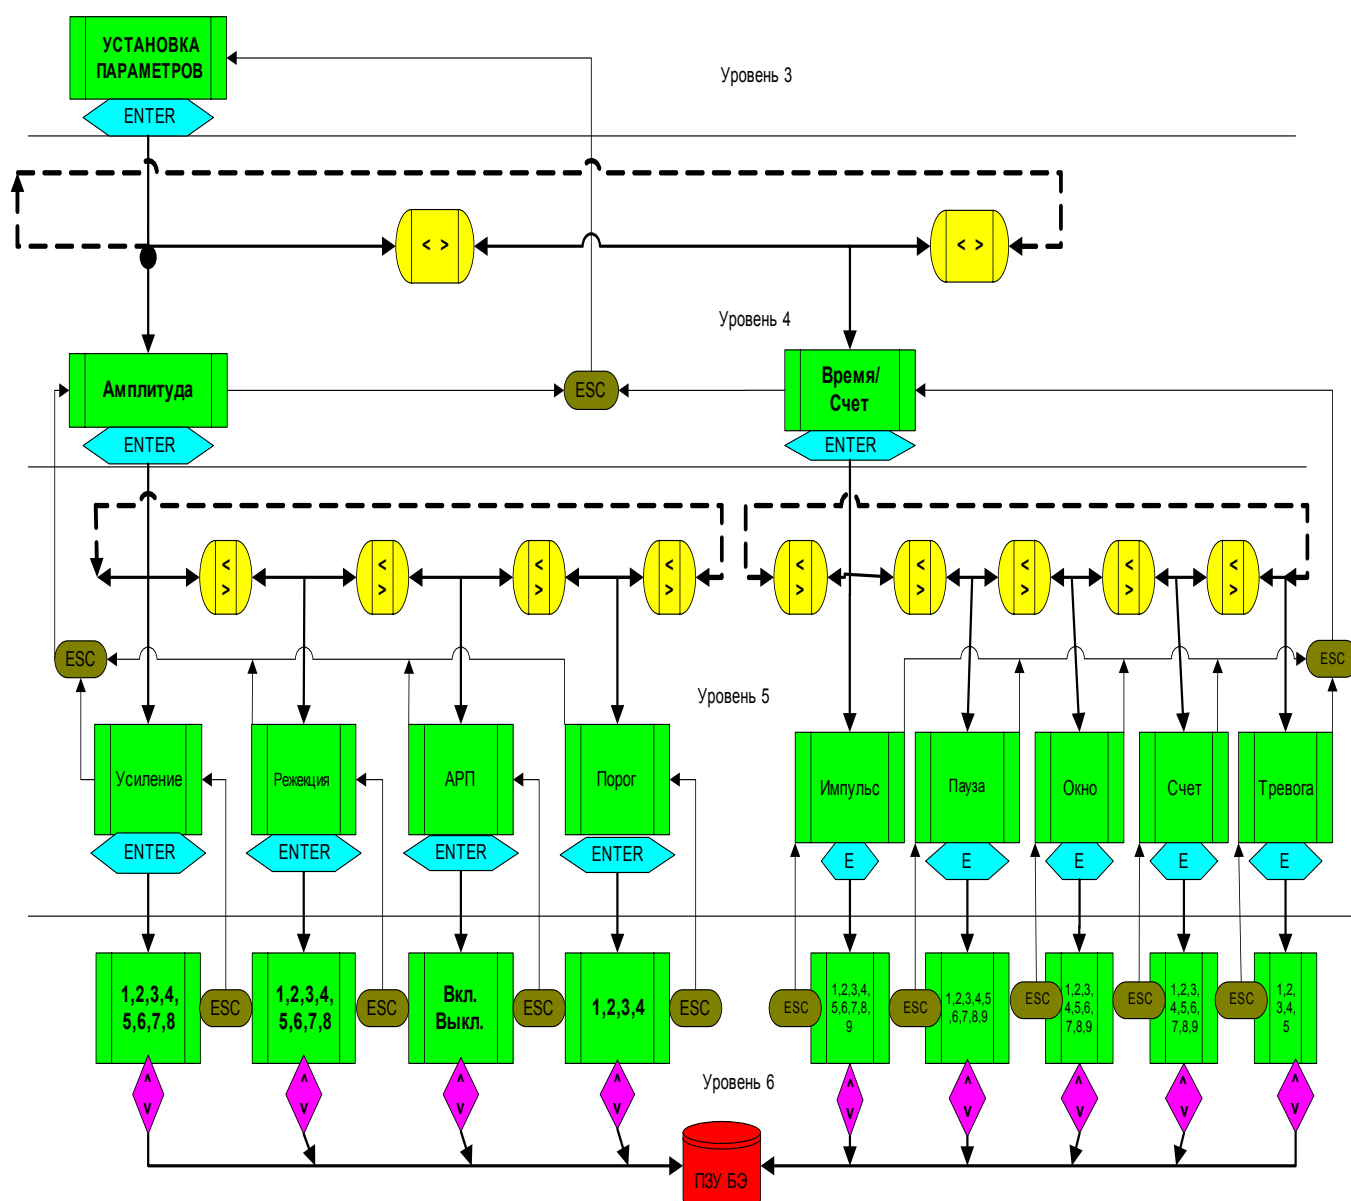

Рис. 3.6. Структурная схема раздела «УСТАНОВКА ПАРАМЕТРОВ» меню ПУ
На рис. 3.6. изображена структурная схема раздела **«УСТАНОВКА ПАРАМЕТРОВ»**, включающая 3-й, 4-й, 5-й и 6-й уровни системного меню. Перемещение по 5 уровню осуществляется с помощью клавиш «→» или «←». Переход с 5-го на 4-й уровень меню осуществляется нажатием клавиши «ESC» на ПУ.
3.2.3.2. С помощью клавиши «ESC» перейти на 3-й уровень меню, с помощью клавиши «→» осуществить переход в раздел «УСТАНОВКА ПАРАМЕТРОВ» (рис. 3.6.). Нажав клавишу «ENTER», перейти на 4-й уровень меню в подраздел «Амплитуда»; нажав клавишу «ENTER», перейти на 5-й уровень меню в параметр «Усиление»; нажав клавишу «ENTER», перейти на 6-й уровень в режим установки усиления. С помощью клавиши «↑» или «↓» осуществить установку числа «1» – минимального усиления. Нажав
3.2.4.2. В первую очередь необходимо установить начальное «среднее» усиление в тракте обработки сигнала. Для этого в разделе **«УСТАНОВКА ПАРАМЕТРОВ»** (рис. 3.6.) нажать клавишу «ENTER» и войти в подраздел «Амплитуда»; нажать клавишу «ENTER» и войти в параметр **«Усиление»**, еще раз нажав клавишу «ENTER», войти в числовое меню параметра. Используя клавиши «↑» или «↓», установить параметр **«4»**, соответствующий среднему значению усиления. Нажав клавишу «ESC» несколько раз, подняться на 3-й уровень системного меню.
3.2.4.6. После определения резонансной частоты F_p СЗ (по усредненным данным не менее 10 измерений) с помощью клавиш «ESC» и «→» осуществляем переход в раздел **«УСТАНОВКА ПАРАМЕТРОВ»** (рис. 3.6.), затем проходим последовательно на подраздел **«Амплитуда»** (4-й уровень), далее в параметр **«Режекция»** (5-й уровень) и на 6-й уровень числовых значений этого параметра.
Для того, чтобы проверить правильность выбора числового параметра **«Режекция»**, необходимо в разделе **«УСТАНОВКА ПАРАМЕТРОВ»** и подразделе **«Амплитуда»** (рис. 3.6.) изменить числовой параметр **«Режекция»** в пределах ± 1 . Затем в подразделе **«КТ5; КТ6»** раздела **«КОНТРОЛЬНЫЕ ТОЧКИ»** аналогичным образом определить усредненные оценки $A_{5/6}$ и убедиться, что они меньше величины, полученной ранее.
3.2.5.1. При настройке чувствительности, в подразделе **«Амплитуда»** раздела **«УСТАНОВКА ПАРАМЕТРОВ»** параметр **«АРП»** (рис. 3.6.) должен быть выключен, т.е. установлен **«Выкл.»**.
3.2.5.2. Чувствительность изделия к вибрации СЗ определяется значениями 2-х параметров в системном меню ПУ (рис. 3.6.):